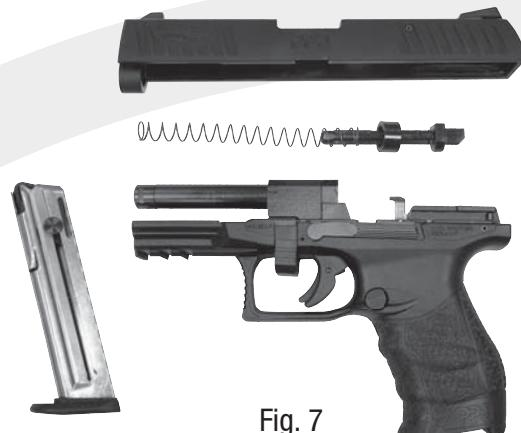

Fig. 7
- La fig. 7 représente le pistolet démonté dans ses éléments principaux.